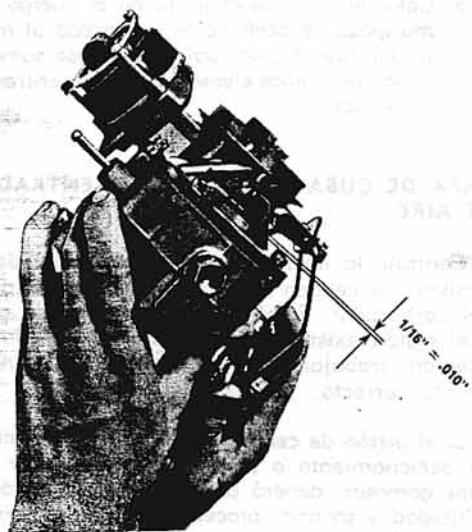

Fig. 15. - Tolerancia de la ventilación de la cuba del carburador.
4. Estando correctamente ajustada la varilla de accionamiento del balancín, en el orificio de recorrido NORMAL, deberá existir una tolerancia, entre la parte superior de la tapa principal o de cuba y el platillo de ventilación de cuba, con un valor $(1/16 \pm .010)$ 1,58 mm $\pm 0,25$ mm. (Ver Fig. 15).